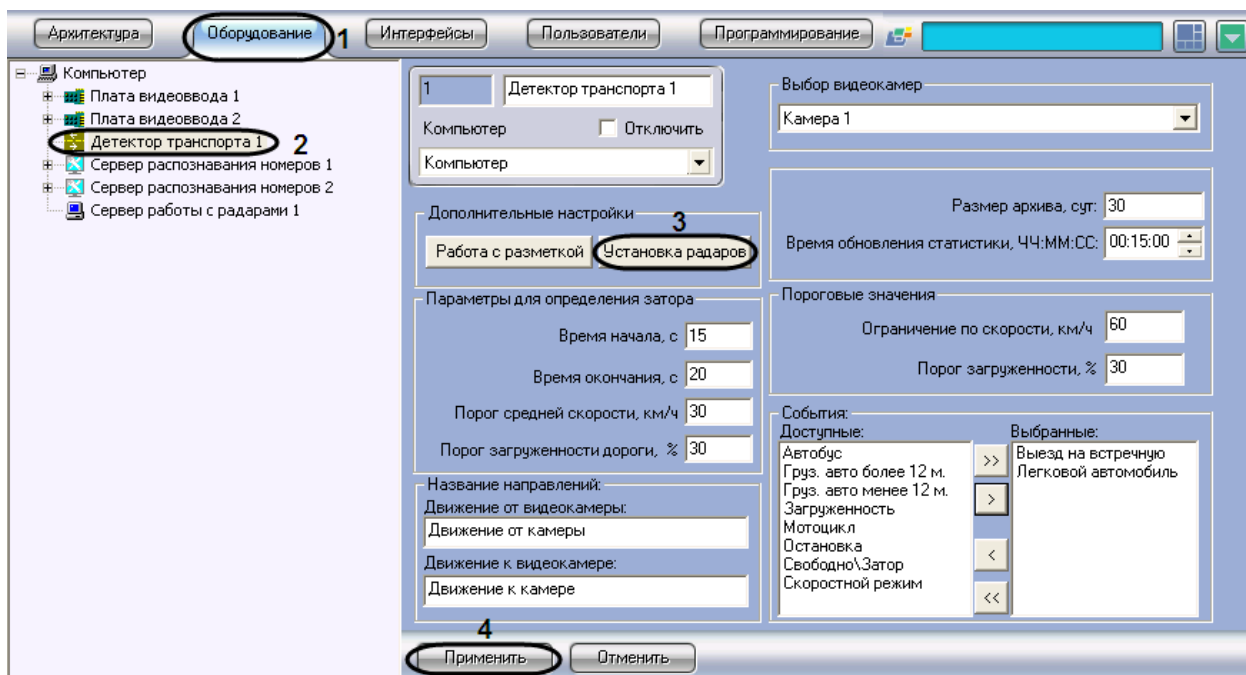

Рис. 7.4—15. Настройка совместной работы программных модулей «Детектор транспорта» и «Радар»
2. В дереве объектов на вкладке «Оборудование» выбрать объект «Детектор транспорта», соответствующий настраиваемому программному модулю «Детектор транспорта» (Рис. 7.4—15, 2). В правой части вкладки «Оборудование» отобразится панель настройки выбранного объекта.
3. Нажать на кнопку «Установка радаров» для вызова меню настройки совместной работы программного модуля «Детектор транспорта» с программным модулем «Радар» (см. Рис. 7.4—15, 3).